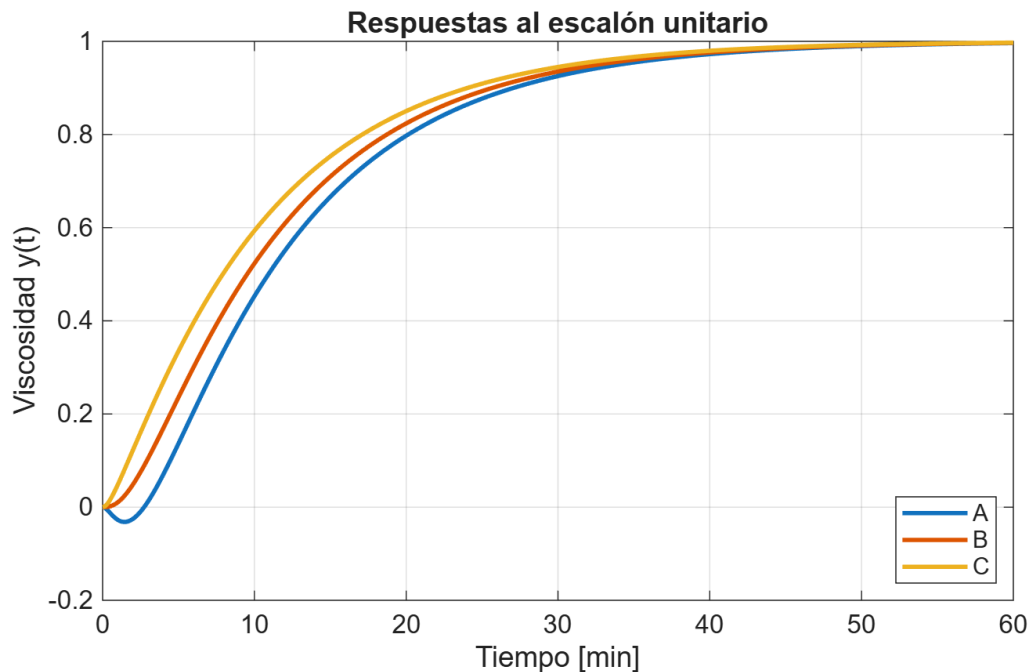

Figura 2: Respuestas al escalón unitario para el Problema 1.
- Lectura de respuestas al escalón.** En la Figura 2 se muestran tres respuestas al escalón unitario etiquetadas **A**, **B** y **C**, generadas a partir del modelo anterior cambiando *un solo* elemento cada vez. Asocie cada curva con su causa y justifique: